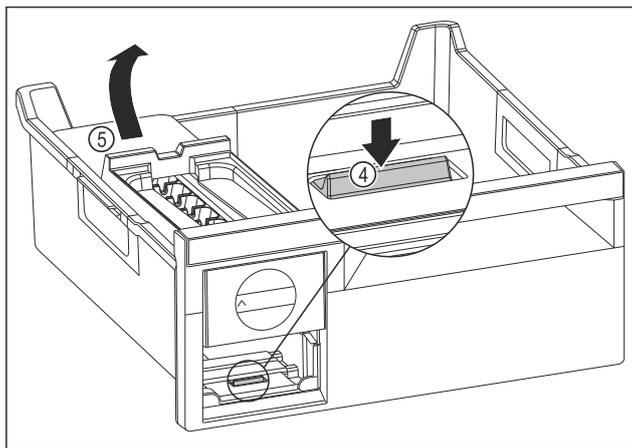

Fig. 89
- ▶ Вийняти корпус EasyTwist-Ice: натиснути накладку Fig. 89 (4) пальцем вниз і одночасно підняти корпус EasyTwist-Ice Fig. 89 (5) ззаду іншою рукою.